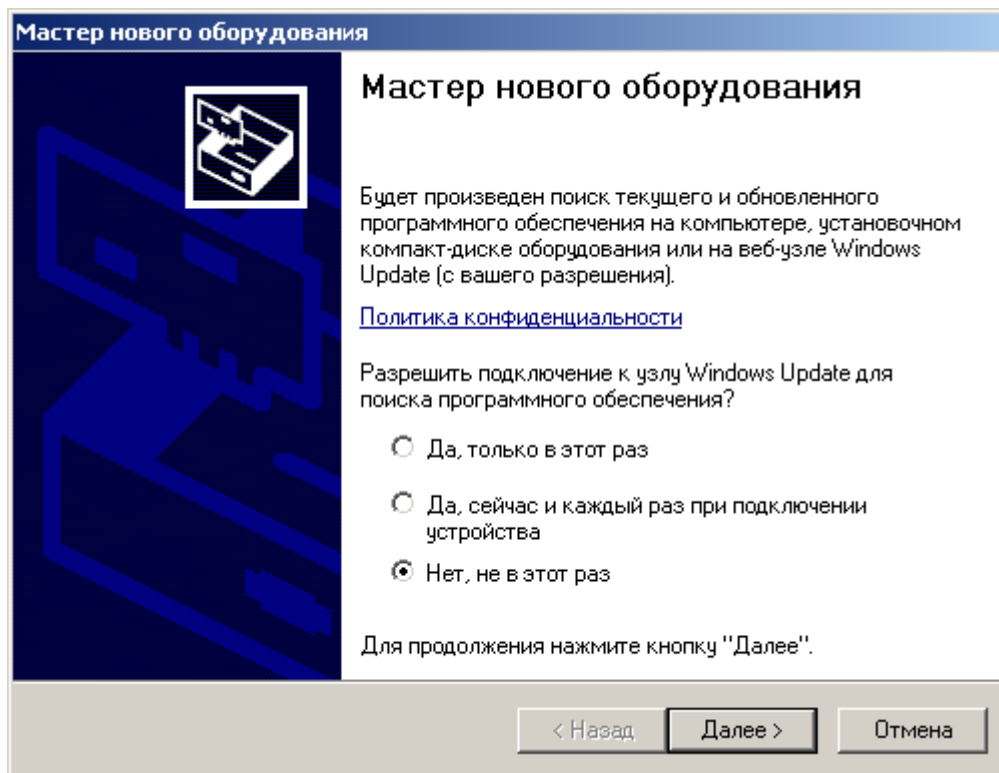

Рис. 1 – Окно «Мастер нового оборудования»
2.2.4.3 Откроется окно «Мастер нового оборудования» (см. Рис. 1). Используя этот мастер, необходимо установить драйвер интерфейса USB датчика (файл «CDC Usb.inf» на флеш - диске). Щёлкните по переключателю «Нет, не в этот раз» и нажмите на кнопку «Далее».